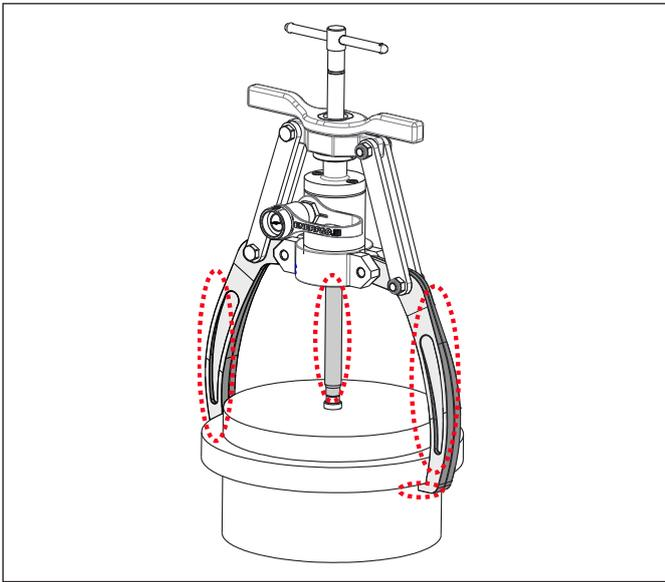

Figura 5, Verifica presenza di deformazione
- Durante il funzionamento, osservare l'estrattore per individuare eventuali segni di deformazione della ganasce o del mandrino. Vedere Figura 5. Se viene notata qualsiasi deformazione, arrestare immediatamente la pompa.